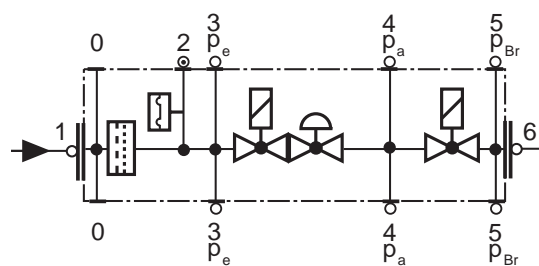

Рис. 31
- Демонтируйте, проверьте и почистите головку сгорания (см. Рис. 31).